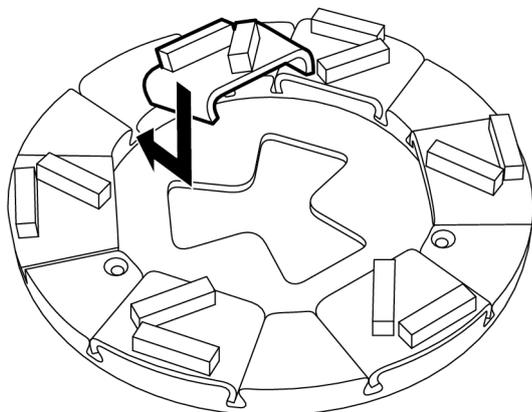

Figura 4-11. Installazione dell'utensile di levigatura
1. Inserire l'utensile di levigatura dall'alto trasversalmente nell'apposita scanalatura guida del portautensile, vedere Figura 4-11, pagina 22. Inserire quindi l'utensile a fondo nella scanalatura guida esercitando pressione.
2. Inserire il nuovo utensile di levigatura dall'alto trasversalmente nell'apposita scanalatura guida del portautensile, vedere Figura 4-11, pagina 22. Inserire quindi l'utensile a fondo nella scanalatura guida esercitando pressione.
3. Installare sulla macchina l'utensile desiderato, vedere Figura 4-11, pagina 22.